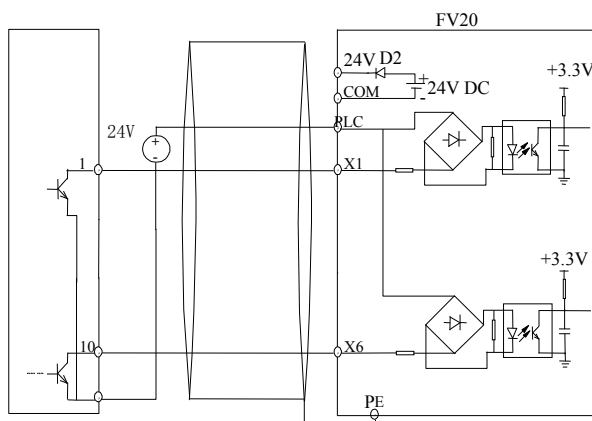
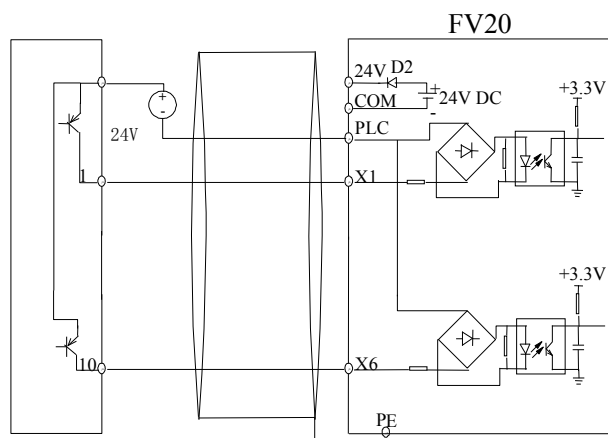

Рис. 4-11 Использование внешнего источника тока для ключей NPN - типа
Рис. 4-12 Использование внешнего источника тока для ключей PNP - типа
3) Использование внешнего источника тока для контроллеров с NPN (рис. 4-11.) и PNP (рис. 4-12) транзисторами.